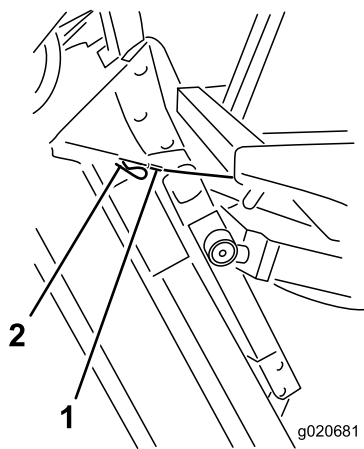

Figura 103
6. Mantenendo l'apparato di taglio verticale, fate passare l'estremità del cavo sopra il perno del braccio di sollevamento dell'apparato, e fissate il cavo con la coppiglia (Figura 103).